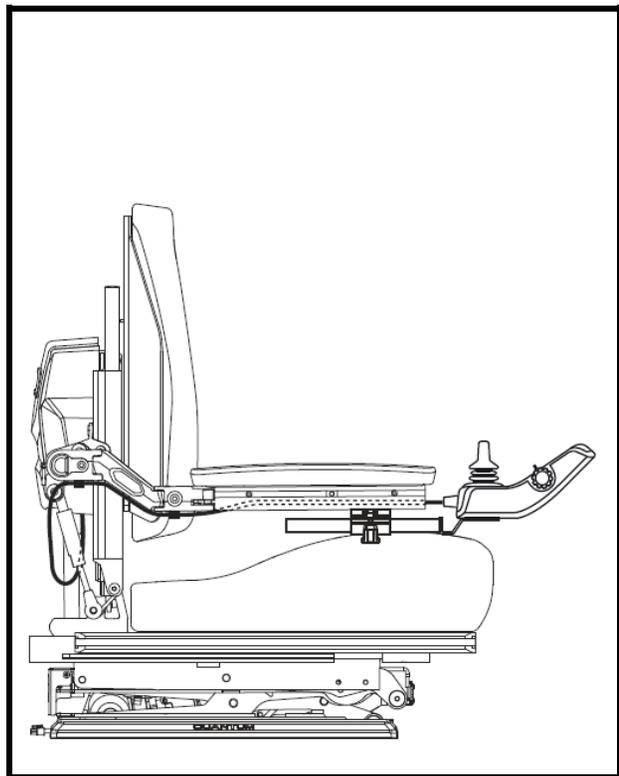

Bild 7. Verlegung des Steuerungskabelbaums bei einem Kontursitz
Siehe Bild 7.
11. Befestigen Sie den Kabelbaum der Steuerung an der Armlehne mit Kabelbindern. **Siehe Bild 7.**